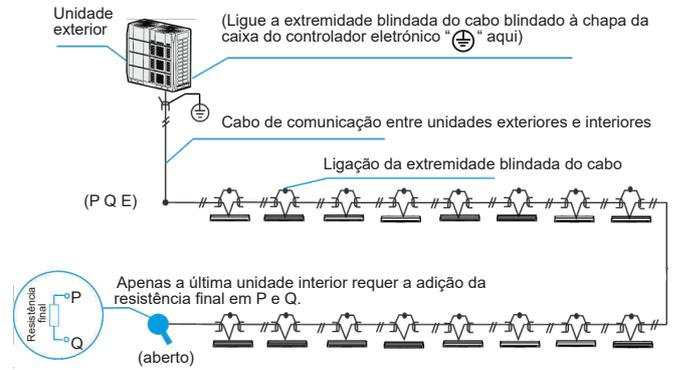

Figura 6.6
- Os cabos de comunicação entre as unidades interiores e exteriores devem ligar uma unidade após a outra em cadeia desde a unidade exterior até à unidade interior final, a camada blindada deve estar devidamente aterrada e uma resistência embutida deve ser adicionada à última unidade interior para aumentar a estabilidade do sistema de comunicação (veja a Figura 6.6).